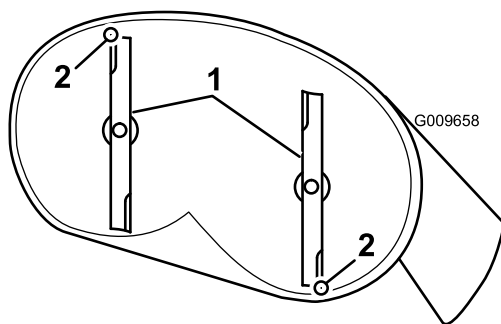
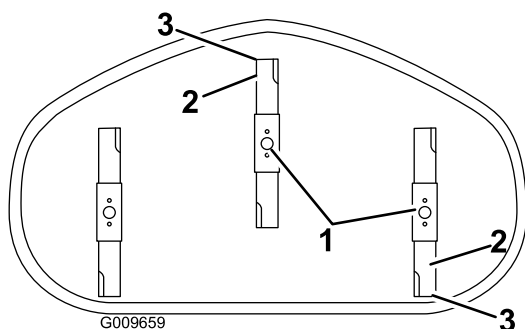

Bild 62
Bild 63
4. Drehen Sie die Messer vorsichtig, sodass sie in Längsrichtung zeigen (Bild 62 und Bild 63).
5. Messen Sie von der Spitze des vorderen Messers bis zur ebenen Fläche und von der Spitze des hinteren Messers bis zur ebenen Fläche (Bild 62).
7. Überprüfen Sie nach dem Einstellen erneut die Neigung in Längsrichtung. Stellen Sie die Mutter ein, bis die vordere Messerspitze um 1,6 mm bis 7,9 mm tiefer liegt als die hintere Messerspitze (Bild 62).